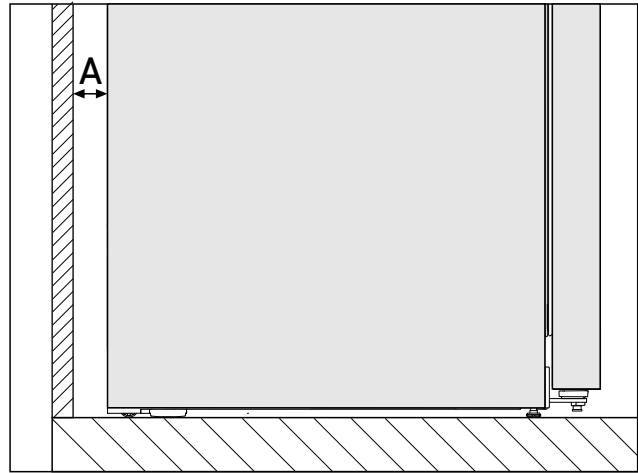

Fig. 3*
Il consumo energetico è stato determinato con una distanza dalla parete Fig. 3 (A) tra il retro dell'apparecchio e la parete. Se la distanza dalla parete è inferiore a Fig. 3 (A), ciò non influisce sul funzionamento dell'apparecchio. Con una distanza dalla parete inferiore, il consumo energetico può aumentare leggermente e può formarsi condensa sul retro dell'apparecchio.*